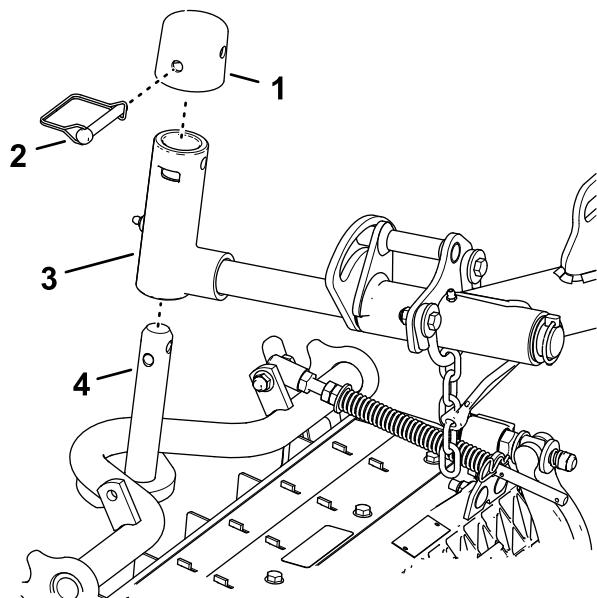

Bild 24
- Schieben Sie ein Mähwerk unter den Hubarm (Bild 24).
Verriegeln Sie den Drehzapfen der Mähwerke, damit sich die Mähwerke beim Mähen an einem Hang nicht hangabwärts drehen. Benutzen Sie die Bohrung in der Gelenkrolle des Hubarms (Bild 24), um das Mähwerk zu arretieren. Verwenden Sie den Schlitz, wenn Sie das Mähwerk lenken möchten.